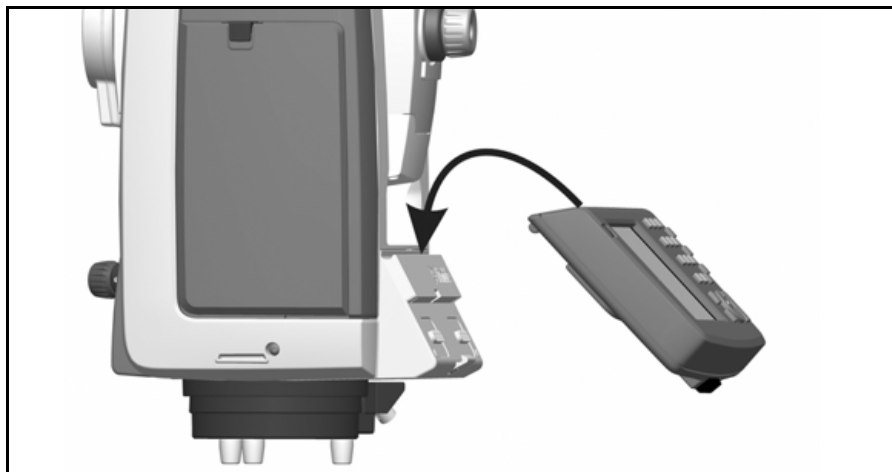

Рис. 4.39. Крепление контроллера Trimble CU к инструменту
1. Пропустите верхнюю часть контроллера Trimble CU через верхнюю кромку крепления контроллера. Рис. 4.39